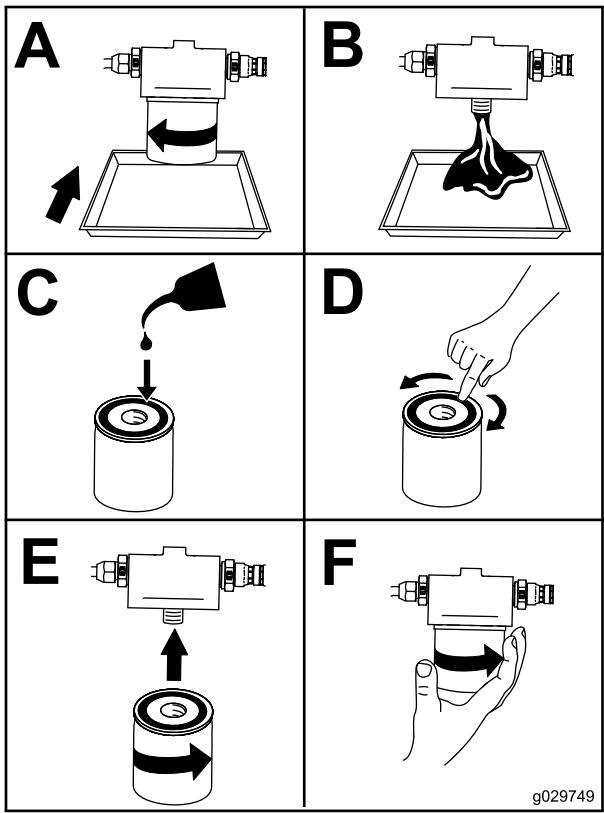

**Bild 45**
5. Lassen Sie das Öl unter der Plattform ab (Bild 45).